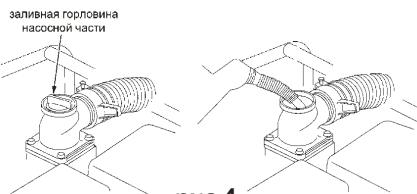

рис.4
3.4 Заполнение насоса водой см. рис.4
- заполнить насос, используя вспомогательную ёмкость, до края горловины, как показано на рис.4.